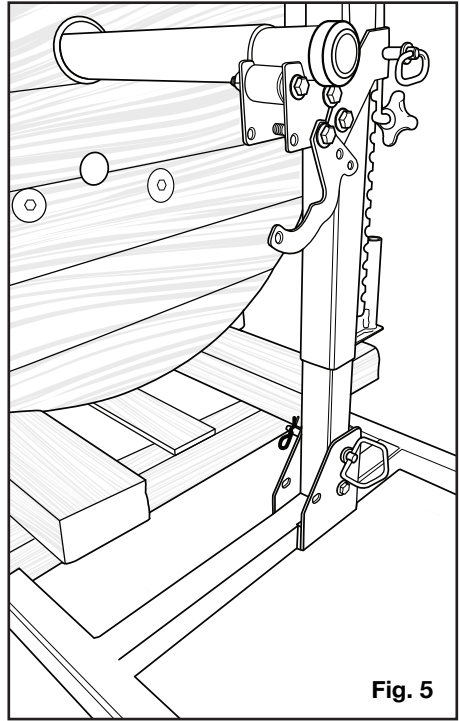

Fig. 5
4. Colocar los soportes del QWIKjax™ del carrete debajo de cada extremo del eje de manera que los rodillos del soporte del carrete estén alineados dentro y en contacto con las ranuras del eje (Fig. 5).